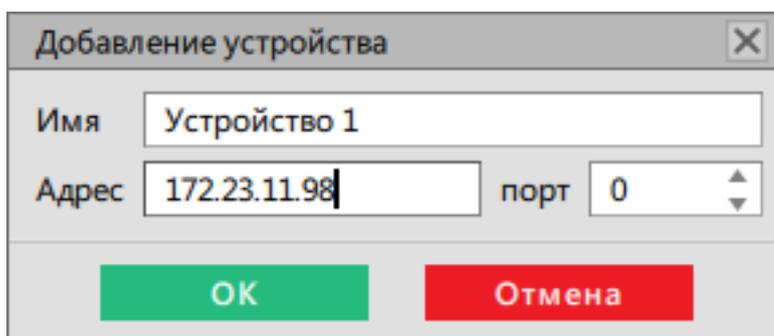

Рисунок 173 - Добавление устройства
4. Укажите имя и адрес устройства, нажмите **ОК** (Рисунок 173).